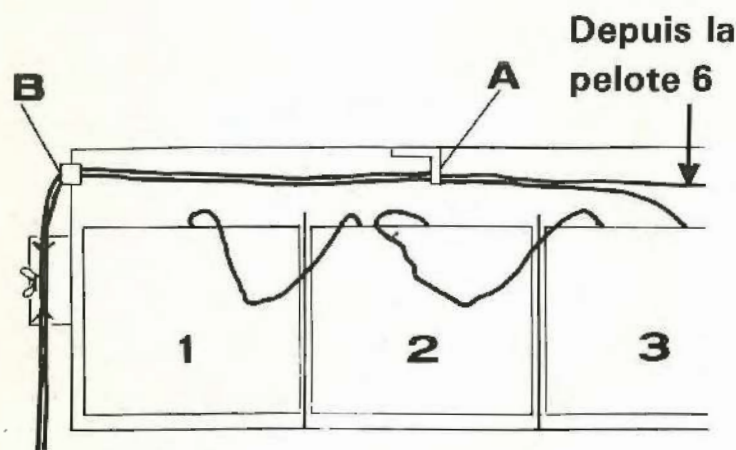

FIG.13C
3. Faire passer les extrémités intérieures des pelotes 3 et 6 à travers les guides placés sur la face interne du couvercle de la boîte à ficelle (A, Fig. 13C), puis l'extrémité de chaque fil à travers les deux guides (B, Fig. 13C).